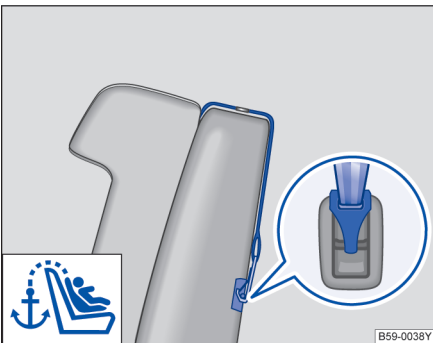

图 48 带顶部紧固绳的 ISOFIX 儿童座椅
- 将儿童座椅插到 ISOFIX 固定环上→图 48，直到听见儿童座椅的啮合声。
- 将顶部紧固绳固定到行李厢紧固环上→图 48。
- 带有 ISOFIX 装置和顶部紧固绳的儿童座椅上标有一个示意图→图 48。